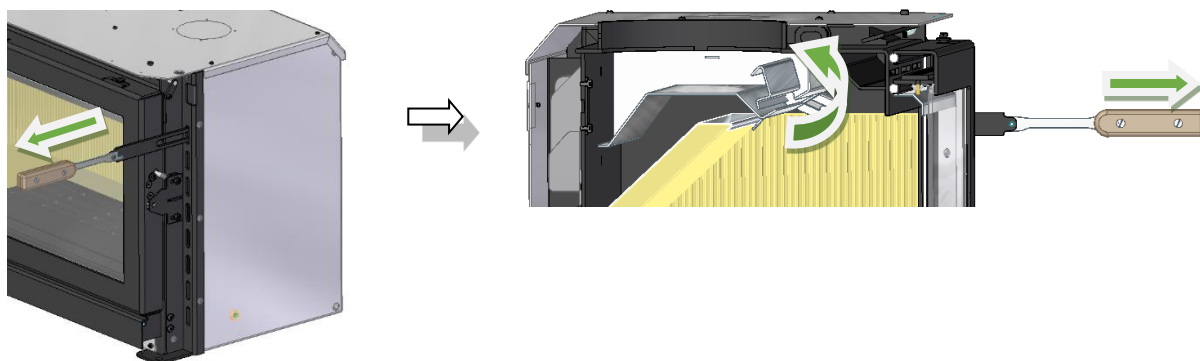
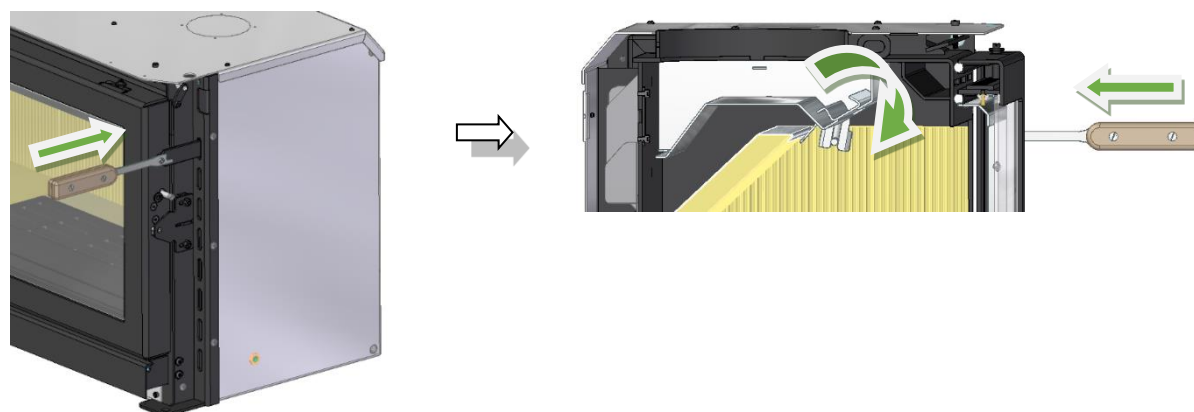

Figura 30 – Abertura da pala de fumos
Figura 31 – Fecho da pala de fumos
Controla a passagem/saída de fumos, no momento de abrir a porta, ou seja, quando o equipamento estiver em funcionamento e pretender reabastecer o equipamento com mais lenha, antes de abrir a porta, puxe para si o puxador. Isto irá permitir uma maior e mais facilitada passagem de fumos pelo gargalo da chaminé, evitando retorno de fumos do equipamento para a divisão envolvente da habitação, ver Figura 30 e Figura 31. Se deixar este regulador aberto durante a queima, o funcionamento do equipamento, irá notar uma combustão mais acelerada.
4. Abrir o controlo de entrada de ar de combustão primário, deixar a porta entreaberta para que o acendimento seja mais rápido e abrir a pala de fumos, ver Figura 30;